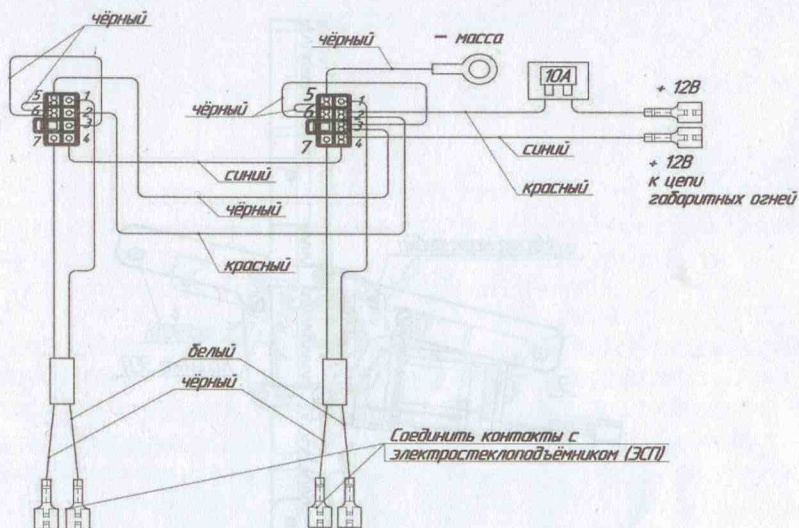

Рис. 3. Схема подключения электростеклоподъёмников к бортовой сети автомобиля.
6.6. Выбрать место установки переключателей, разметить и вырезать под них проемы. Протянуть двухжильный провод по салону от места расположения переключателей до дверей, затем через стойки в полости дверей. Контакты на другом конце провода соединить с электродвигателем ЭСП (см. рис. 3). При необходимости изменения размеров жгута использовать провода с сечением не менее 0,75 кв. мм.
6.8. Выполнить соединения проводов питания и подсветки в соответствии со схемой подключения ЭСП (см. рис. 3).